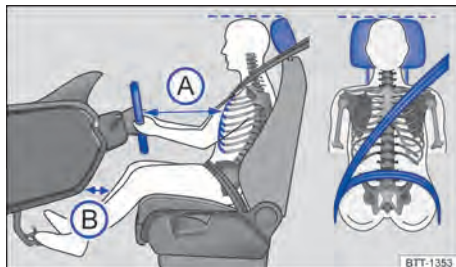

Fig. 22 Distância correta do condutor em relação ao volante, posição correta do caderço do cinto de segurança e ajuste correto do apoio para cabeça.
- Ajustar o banco de modo que a distância entre o volante e o tórax tenha no mínimo 25 cm → Fig. 22 (A) e que o condutor possa segurar o volante pela borda externa com as duas mãos e os braços ligeiramente flexionados.
- Ajustar o banco do condutor na direção longitudinal de modo que os pedais possam ser acionados com as pernas ligeiramente arqueadas e a distância para o painel de instrumentos na área do joelho seja de, no mínimo, 10 cm → Fig. 22 .
- Ajustar o apoio para cabeça de modo que a sua borda superior se encontre preferencialmente na mesma linha da parte superior da cabeça → Fig. 22 – porém não abaixo da altura dos olhos. Posicionar a parte posterior da cabeça o mais perto possível do apoio para cabeça.